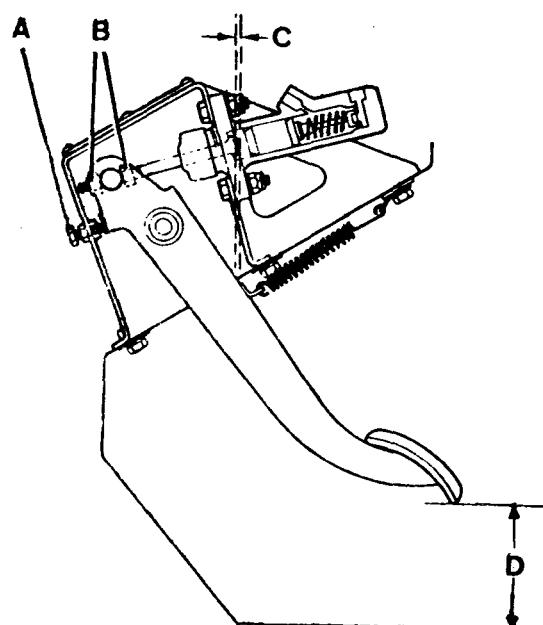

Fig. B2-7 - Ajuste del pedal y varilla del cilindro principal.
3.1.- Una vez aflojadas las contratuercas (fig. B2-7) de la varilla de empuje del cilindro, se comprobará si la separación entre la parte inferior del pedal y el piso de la cabina es de 140 mm. En caso necesario, el ajuste se hará por medio del topo correspondiente.